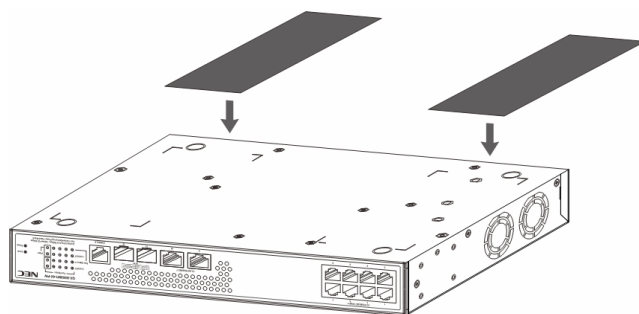
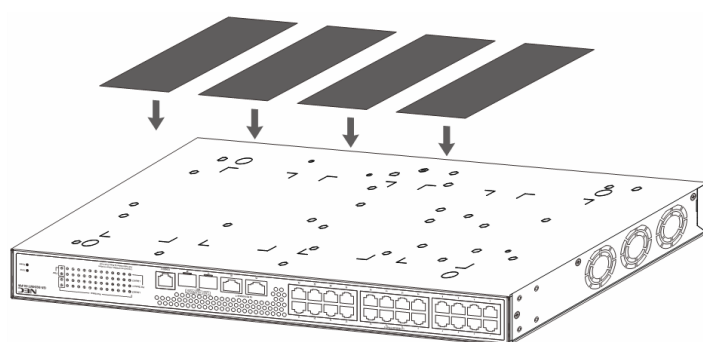

図 7-7 マグネットシートの貼り付け(QX-S908MT-4X-PW)
図 7-8 マグネットシートの貼り付け(QX-S916MT-4X-PW/ QX-S924MT-4X-PW)
- 4) 図 7-7、図 7-8 に示すように製品の側面に沿って、側面に平行になるようにマグネットシートを中心線に沿って底面に貼り付けてください。